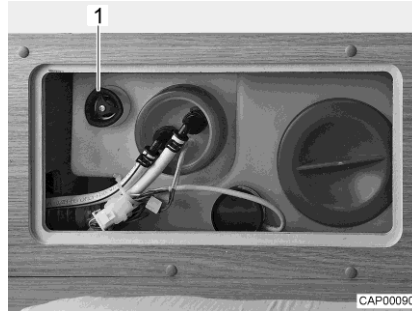

Fig. 123 Serbatoio dell'acqua con maniglia girevole
- Sul serbatoio dell'acqua, ruotare la maniglia girevole (Fig. 123,1) in senso orario fino all'arresto.
- Sul serbatoio dell'acqua, ruotare la maniglia girevole (Fig. 123,1) in senso antiorario fino all'arresto. L'acqua fuoriesce fino a ca. 20 litri.